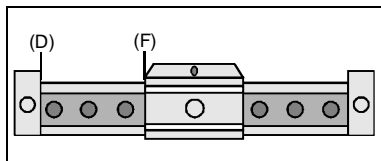

Fig. 6
1. Retirar las tapas más cercanas de la borde de carro (F) (vease Fig. 6).
1. Retirez les capuchons les plus proches de l'arête du coulisseau (F) afin de découvrir les vis de fixation du rail de guidage (voir Fig. 6).